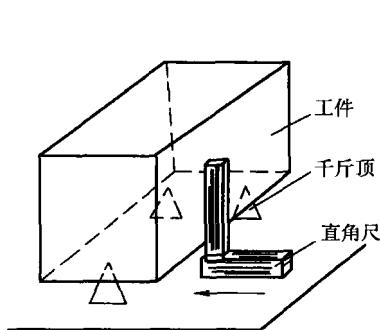

图 1-9 找正工件的垂直面
(3) 找正工件平面的垂直 将尺座外侧放在平台上，移动直角尺，使尺苗与工件的被测面接触，调整工件的支承高度，使被测面上、下与尺苗接触良好，则被测面与平台垂直，如图 1-9 所示。